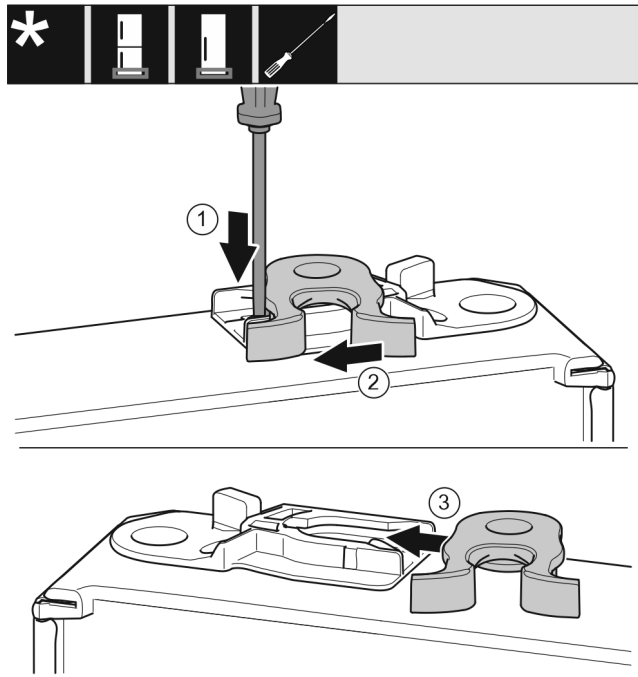

Fig. 16
- ▶ Apăsăți în jos eclisa cu șurubelnița plată. Fig. 16 (1)
- ▶ Trageți cârligul de închidere din ghidaj. Fig. 16 (2)
- ▶ Împingeți pe partea opusă cârligul de închidere în ghidaj. Fig. 16 (3)